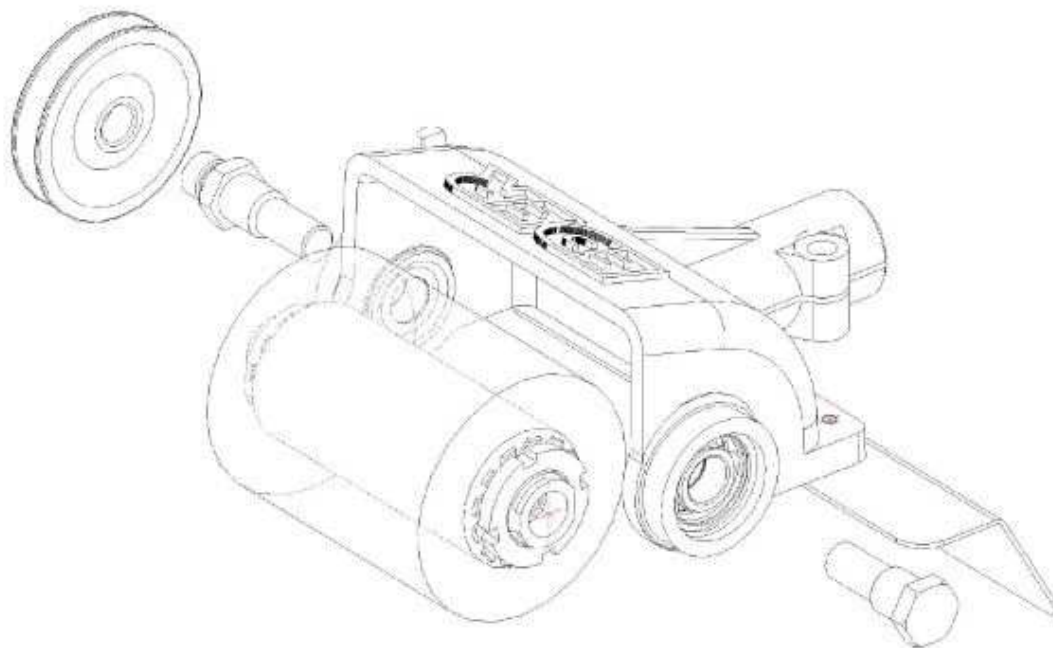

Bild 2
Die Rundbürste (03) wird ausgetauscht indem man die Keilriemenscheibe (04) entfernt, danach die Lagerwelle kurz (10) und Lagerwelle lang (11) entfernt, die neue Rundbürste einsetzt und das ganze in umgekehrter Reihenfolge wieder zusammen setzt, die beiden Lagerwellen kurz und lang (10 und 11), sind mit einem Drehmoment von **50 Nm** anzuziehen. Die Keilriemenscheibe (04) wird wieder draufgeschraubt und fixiert (Bild 2). Bei Erstmontage und